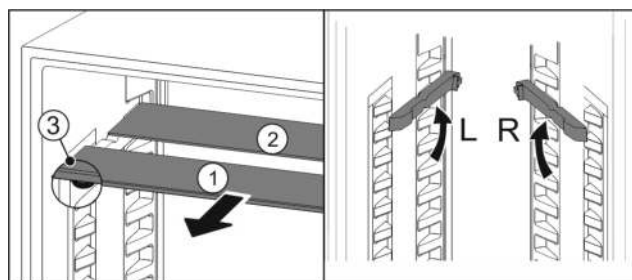

Fig. 23
- Glasplatten einzeln nach vorne herausziehen Fig. 23 (1).
- ▷ Glasplatte Fig. 23 (1) mit Zierleiste liegt vorne.
- ▷ Stopps Fig. 23 (3) zeigen nach unten.